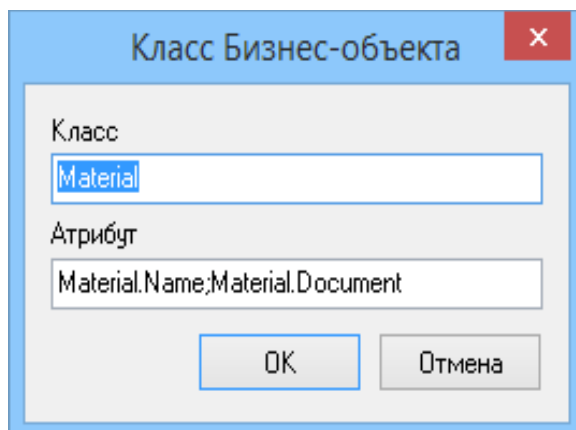

Рисунок 297. Пример ввода значений
7.2.3 В диалоговом окне «**Класс Бизнес-объекта**» заполнить поля значениями (рис. 297):